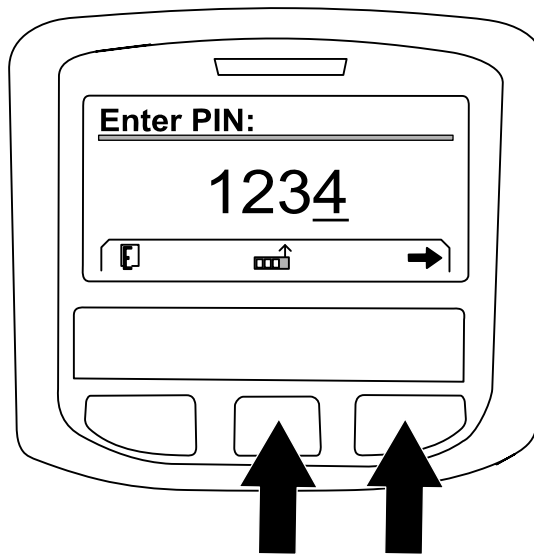
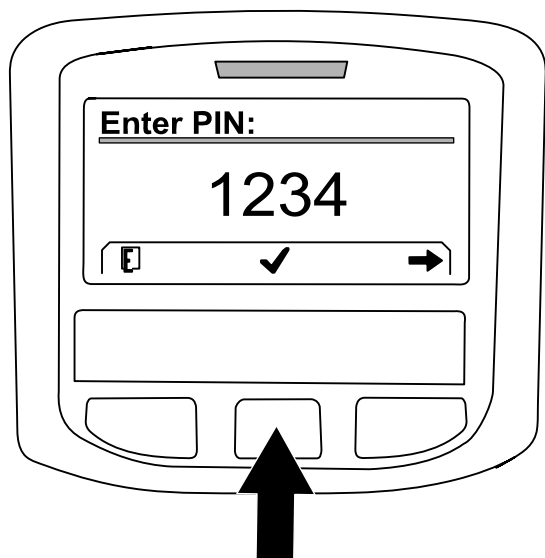

Figura 230
Figura 231
- A. Carregue no botão central como necessário para introduzir o número do código PIN da posição esquerda (Figura 230).
- B. Carregue no botão direito para navegar para a próxima posição do número do código PIN (Figura 230).
- D. Quando todos os números do código PIN tiverem sido introduzidos, pressione o botão direito (Figura 230) e, em seguida, pressione o botão central para introduzir o código PIN (Figura 231).